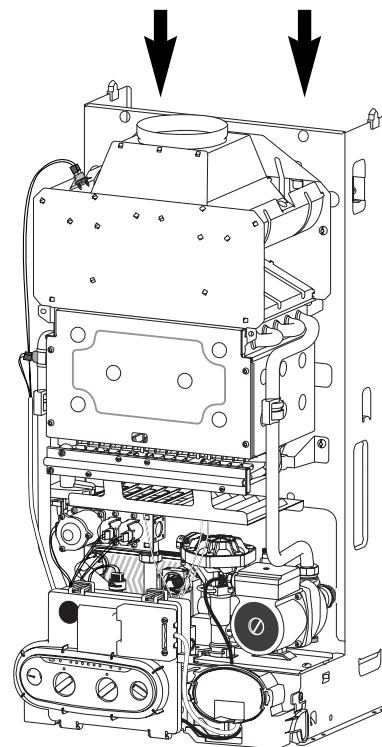

Fig. 10
- hang de ketel op aan de haken en laat hem zakken (fig. 10)